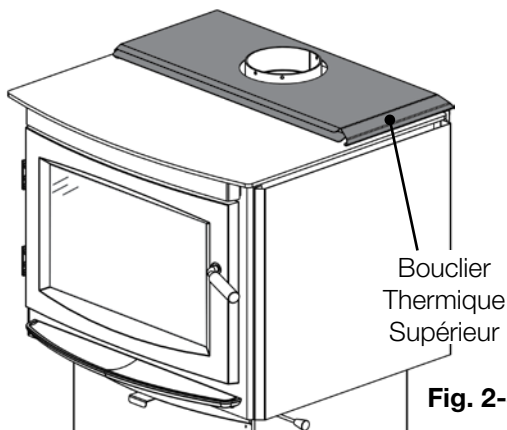

Fig. 2-3
* Le bouclier thermique supérieur (B.T.S) peut être retiré si on le désire (**Fig. 2-3**); cependant, cela augmentera les dégagements aux combustibles. **Veillez lire attentivement le tableau.**
* Le bouclier thermique supérieur (B.T.S.) peut être retiré si on le désire (**Fig. 2-3, page précédente**); cependant, cela augmentera les dégagements aux combustibles. **Veuillez lire attentivement le tableau.**